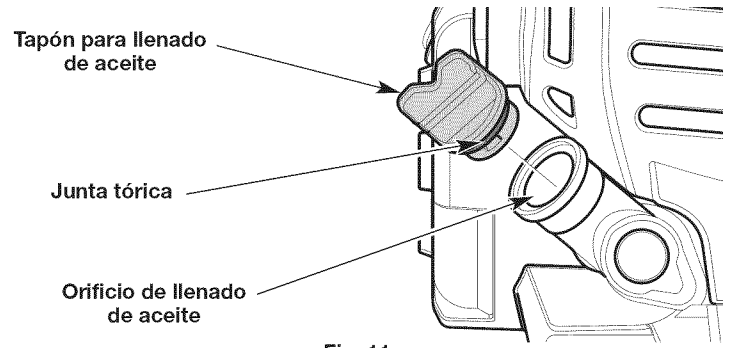

Fig. 11
2. Desenrosque el tapón de llenado de aceite (Fig. 11).
3. Vierta todo el contenido del recipiente dentro del orificio de llenado de aceite (Fig. 11). **NO** llene el depósito en exceso. Consulte *Control del nivel de aceite*.
5. Compruebe que la junta tórica esté en su lugar en el tapón de llenado de aceite (Fig. 11).